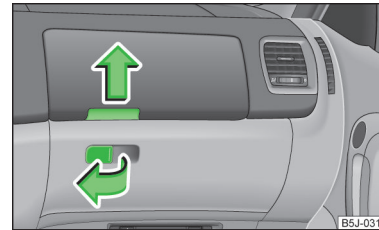

Fig. 83
- Trageți mânerul clapetei în sensul săgeții » fig. 83 și rabatați clapeta înspre în jos.